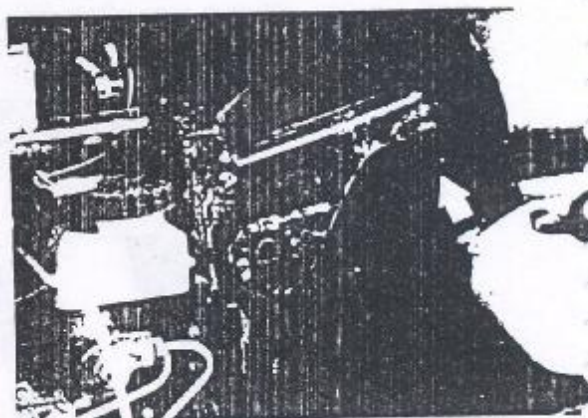

Figura 4.07.5 - Batente do braço superior da suspensão
6. Remover, caso necessário, o batente de borracha do braço superior da suspensão (Figura 4.07.5).
3. Instalar o batente de borracha do braço superior da suspensão, caso tenha sido removido (Figura 4.07.5).